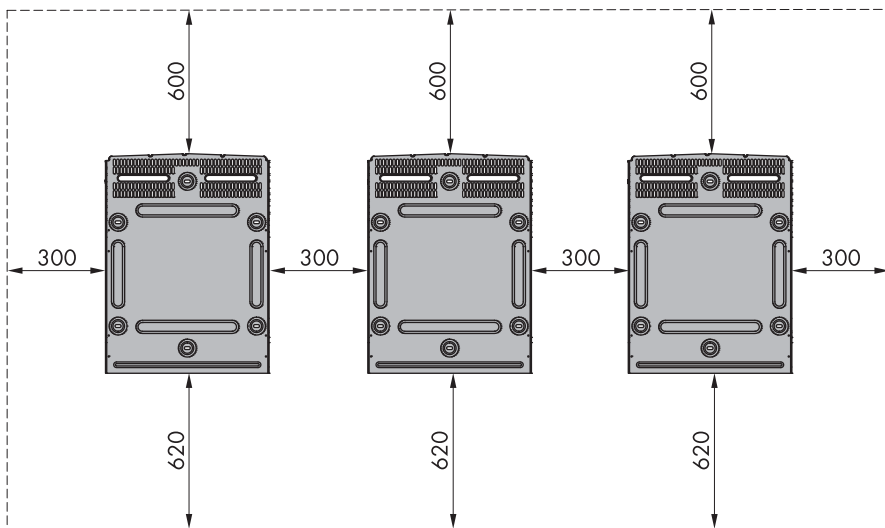

Figure 2.8 : Distances de sécurité en mm
Pour un courant atmosphérique suffisant, respectez les écarts de sécurité avec les autres objets (voir la figure 2.8).
- Respectez les distances de sécurité pour l'installation d'un ou de plusieurs onduleurs afin que l'air circule correctement. Les distances sont spécifiées sur la figure 2.8 et sur l'étiquette du support mural.